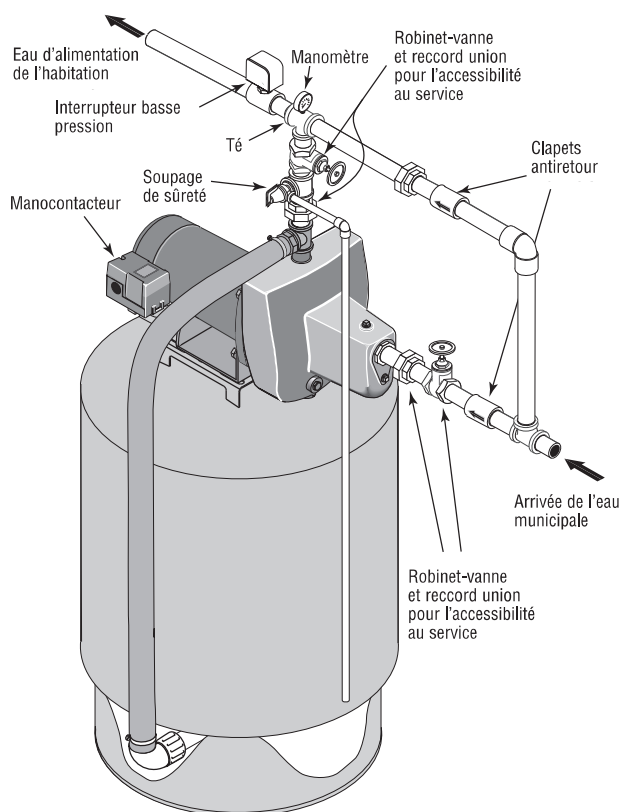

Figure 6: Modèle SNCP42
2. Poser la tuyauterie comme il est illustré (Figures 6 et 7). Ne pas oublier de poser des raccords unions et des robinets d'arrêt de façon à pouvoir déposer le surpresseur pour le réparer sans avoir à interrompre l'alimentation en eau de l'habitation. Il est recommandé de poser un clapet antiretour à ressort avant le système de suppression et un interrupteur basse pression après le système de suppression (On désirera peut-être aussi remplacer le manomètre standard par un manomètre ayant une fonction de coupure basse pression.)